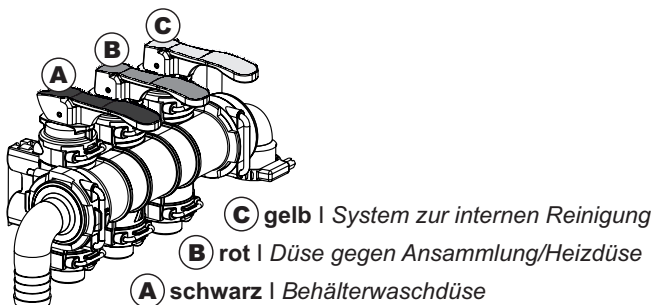

Abb. 5
- **BEI GESCHLOSSENEM DECKEL** etwa fünf Liter Wasser einfüllen und dabei den **gelben Hebel** heben (C, Abb. 5);
- den Behälter **GUT FESTHALTEN** und den Strahl anhand des **schwarzen Hebels** (A, Abb. 5 + Abb. 6b) betätigen, um so den Behälter gründlich zu waschen.
- Den **gelben Hebel C** (Abb. 5) heben, damit die für eine richtige Vormischung erforderliche Wassermenge eingefüllt werden kann.
- Den **gelben Hebel C** senken (Abb. 5).
Alle drei Hebel (A, B + C, Abb. 5) anheben: Auf diese Weise werden sämtliche Düsen in Betrieb gesetzt, um die Innenwände zu waschen.
An dieser Stelle ist jeglicher Wasserfluss im Mixer zu unterbrechen, dies indem **alle drei Hebel (A, B + C, Abb. 5) gesenkt werden.**